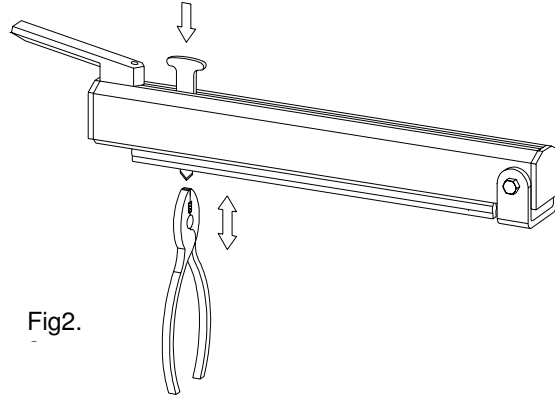

Fig2.
5. Cuando la cuchilla está rota o deteriorada, se puede, apretando el botón rojo en la parte superior del brazo, sacar la cuchilla con unas pinzas y se sustituye por otra cuchilla (fig. 2).
5. Si le couteau est usé ou abîmé, on peut l'extraire de son support en pressant le bouton et en même temps le tirant à l'aide d'une pince. Agir de façon simulacre pour le remplacer (fig. 2).
- La lama usurata può essere sostituita semplicemente premendo il portalama, estraendo la vecchia lama e inserendone una nuova. E' consigliabile usare pinze (fig. 2).
- Quando a lâmina deixar de cortar pode ser substituída, empurrando a lâmina retira-se introduzindo depois uma nova (recomenda se o uso de uma pinça fig. 2).
- Når kniven er slidt eller knækket kan denne udskiftes ved at trykke knivholderen ned, hive kniven ud og isætte en ny. Det kan anbefales evt. at benytte en flattang. (fig 2).
5. Förslitning avskärning - Ett slött knivblad utbytes genom att pressa ned den röda knivhållaren och dra ut knivbladet rakt ned (lämpligen med hjälp av en tång) och trycka in ett nytt emellan den fjädringsbelastade plåten i knivslåden (fig.2).
5. En slitt kniv skiftes enkelt ved å trykke ned den røde knivholderen, dra ut den gamle kniven og skyv inn en ny. Kniven er meget skarp og det anbefales derfor å holde kniven med en tång (fig. 2).